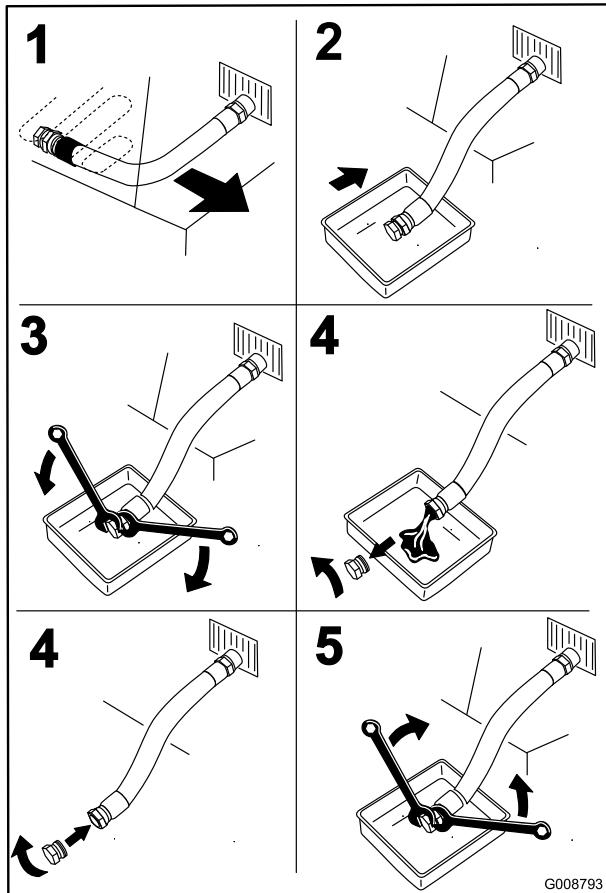

Figura 47
3. Pare el motor, retire la llave y espere a que se detengan todas las piezas en movimiento antes de abandonar el puesto del operador (Figura 47).